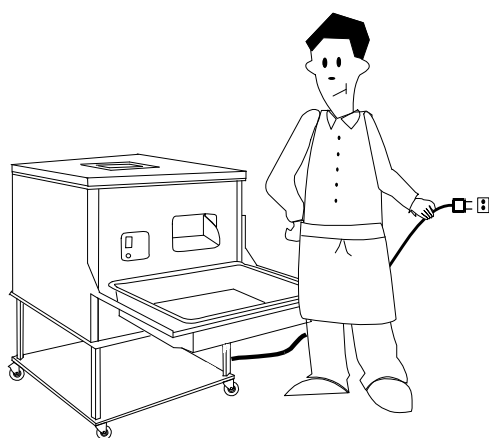

Abb. 4
- Stellen Sie sicher, dass sich der Hauptschalter in der Position AUS befindet. Schließen Sie den Stecker an das Stromnetz an (Abb. 4).